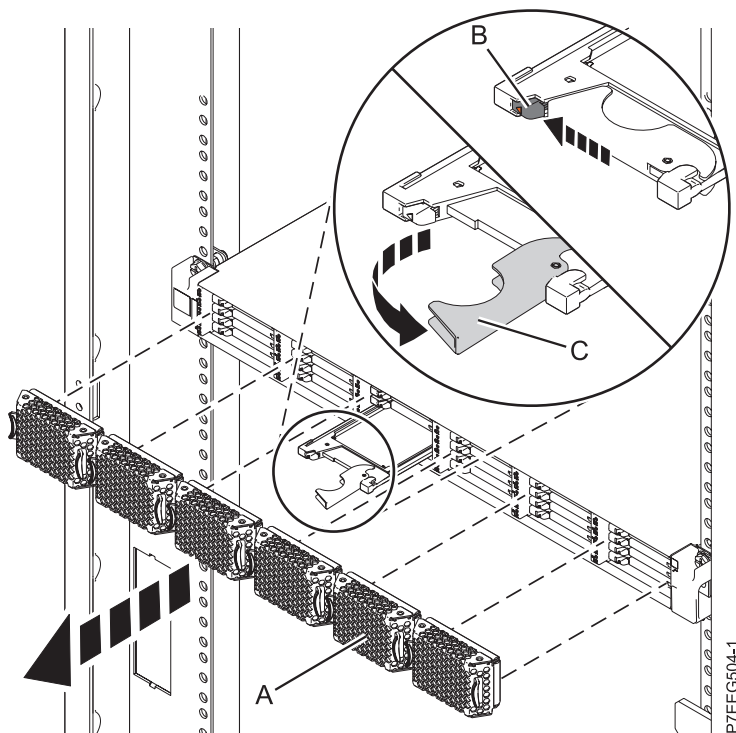

Figure 21. Retrait de l'unité SSD d'une armoire de stockage PCIe ED/R1
1. Retirez le panneau (A) qui couvre l'emplacement contenant l'unité SSD. Pour plus d'informations, voir figure 21, à la page 38.
2. Poussez doucement le taquet de déverrouillage (B) pour déverrouiller la poignée de l'unité.
3. Saisissez la poignée (C) et tirez partiellement l'unité hors de l'emplacement.